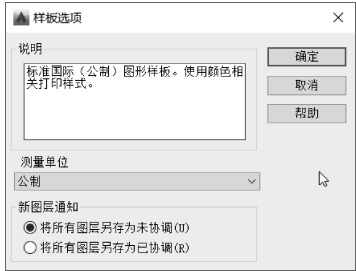

图 11-2 “样板选项”对话框
4) 单击“保存”按钮，打开“样板选项”对话框，如图 11-2 所示。